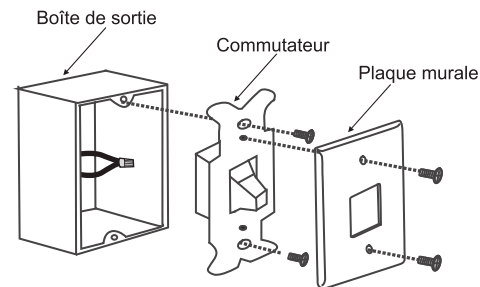

Fig. 18
Étape 1. Retirez la plaque murale existante et l'ancien interrupteur de la boîte de sortie murale. Ecroutez les fils noirs (chauds) et poussez à l'intérieur de la boîte de sortie. (Fig. 18)